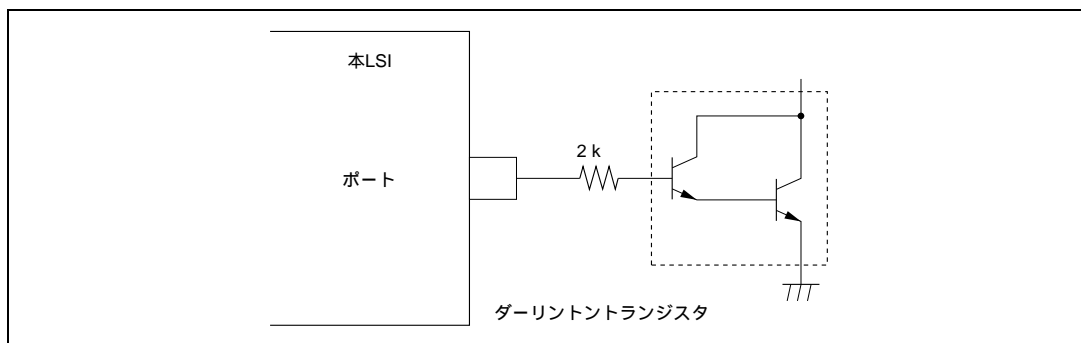
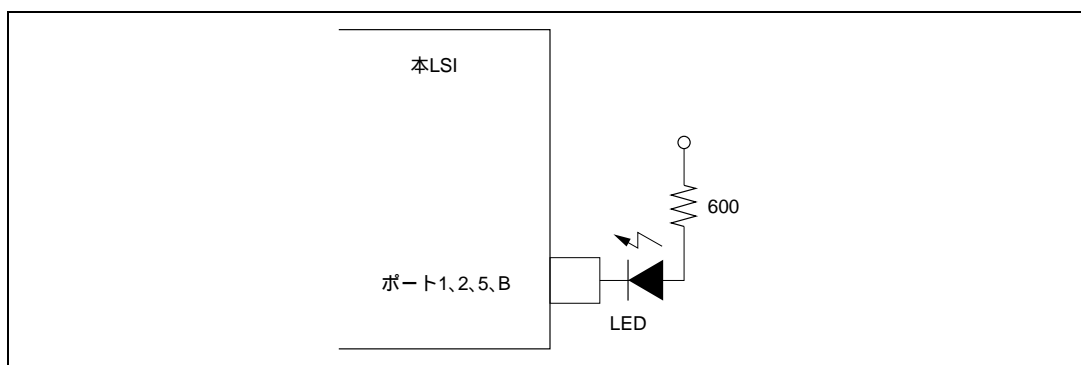

図 22.1 ダーリントトランジスタ駆動回路例
図 22.2 LED 駆動回路例
2. ダーリントトランジスタや、LED を直接駆動する場合には、図 22.1、図 22.2 に示すように、出力に必ず電流制限抵抗を挿入してください。